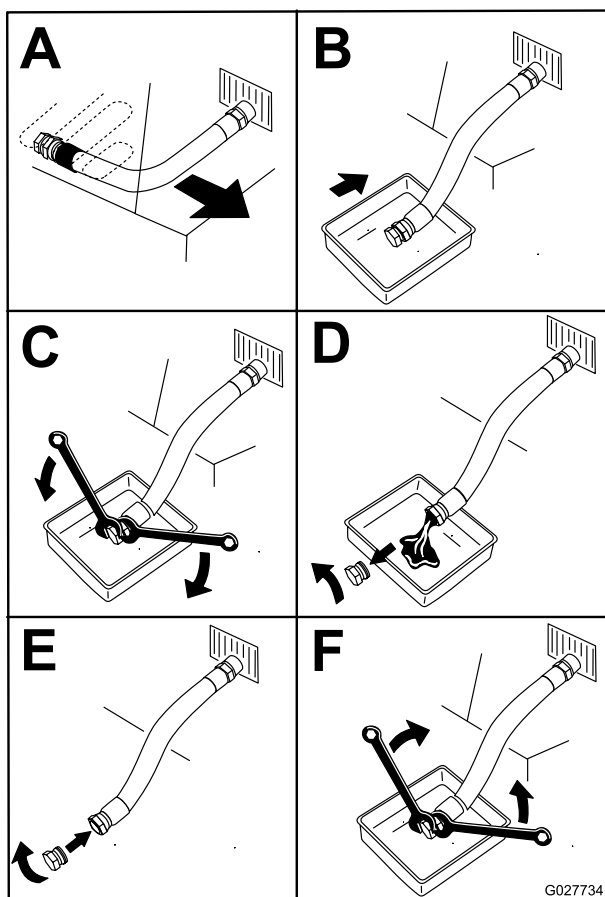

Figure 46
4. Avant de quitter la position d'utilisation, coupez le moteur, enlevez la clé de contact et attendez l'arrêt complet de toutes les pièces mobiles (Figure 46).